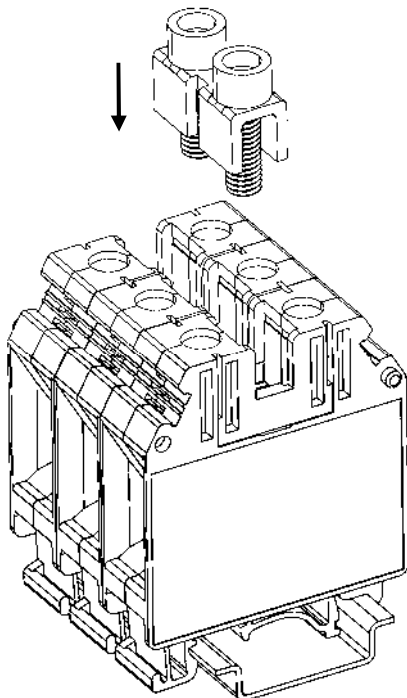
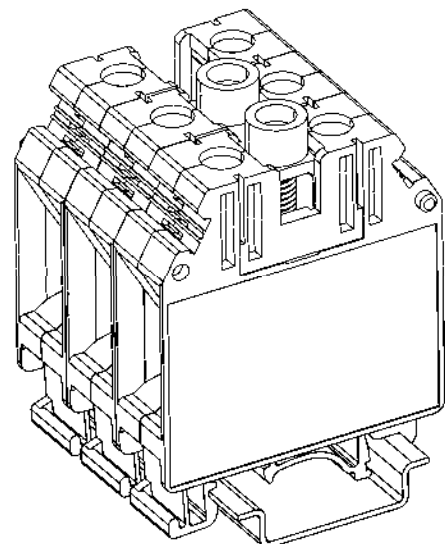

Рисунок 41 – установка винтовой перемычки в функциональное отверстие
Рисунок 42 – установленная винтовая перемычка
- Для объединения нескольких клемм винтовой перемычкой вдавите её в функциональное отверстие клеммы до упора (рис. 41; рис. 42). **Необходимо** использовать перемычки, которые соответствуют габаритам клеммы.